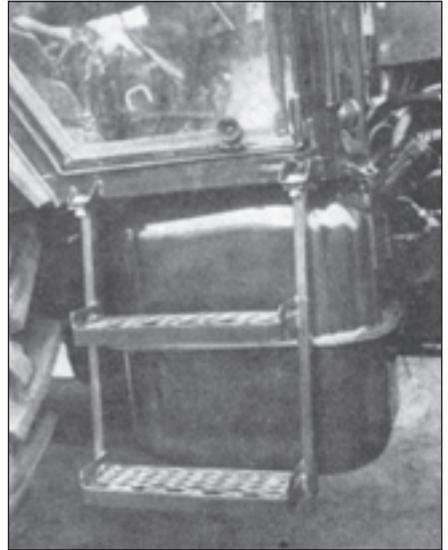

Fig. 149
- 95 litres pour les tracteurs Z 7711 et Z 7745 (fig. 149)